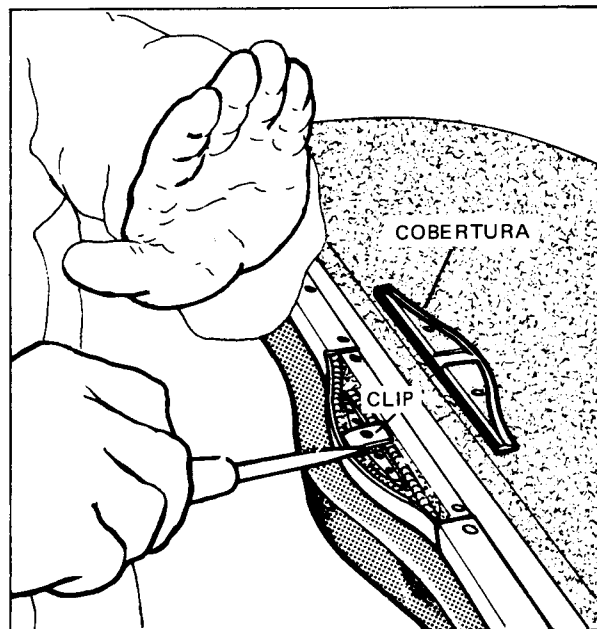

Fig. 2
- 2 – Abrir o teto, remover o painel de acabamento e a cobertura do guia do cabo e prensar para fora o clipe retentor do cabo (Fig. 2).